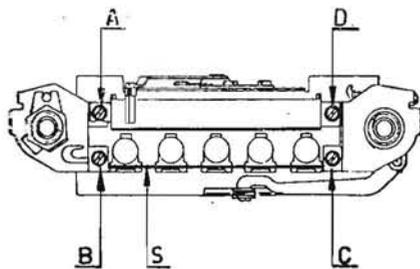

Fig. 1.
3) Togliere le due viti A e B (fig. 1) che fissano il supporto del potenziometro al sintonizzatore, dopo aver dissaldato il filo che collega l'interruttore con il portalamпада.
2) Allentare le viti B e C indicate nella parte inferiore del disegno di fig. 1.